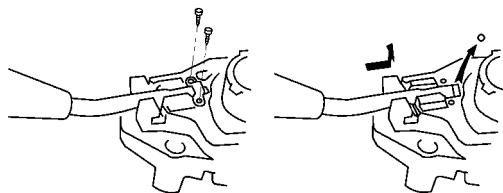

图 18-69 拆下灯控制开关
(3) 拆下灯控制开关。从开关体上拆下两个螺钉和球固定板，再从带弹簧的开关体拆下球，并滑出灯控制开关，如图 18-69 所示。